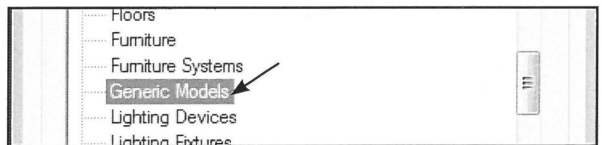

Fig. 04.121. Vælg kategori.
- Vælg en kategori, eksempelvis *Generic Model* (Fig. 04.121).